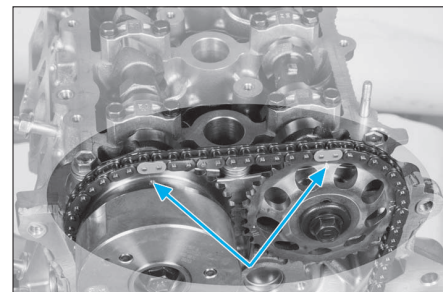

FIG. 41
- Tourner le vilebrequin afin que les maillons jaunes soient alignés avec les repères des roues dentées des arbre à cames (Fig.41).